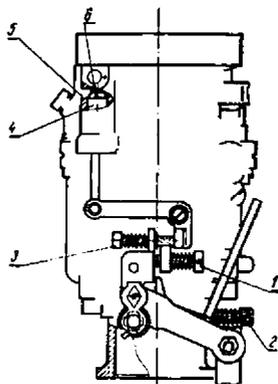

Рис. 45. Регулировочные винты:
1. Вплот 1 (рис. 45) предварительно установить обороты холостого хода, равные 550—600 об/мин.